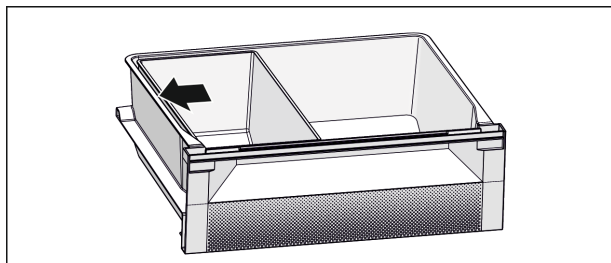

Fig. 7
- Pre optimálnu funkciu chladenia: Misku Fish & Seafood umiestnite podľa obrázka (pozri Fig. 7).